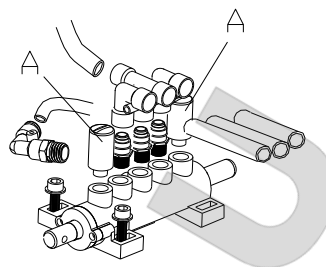

Рис. 26
3. Очистите глушители шума сжатым воздухом или замените их в случае повреждения рекомендованными запасными частями. Рис. 26.